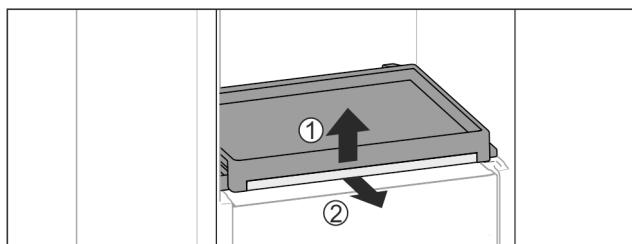

Fig. 111
Повдигнете леко отпред стъклената плоча Fig. 111 (1) и я изтеглете напред Fig. 111 (2).